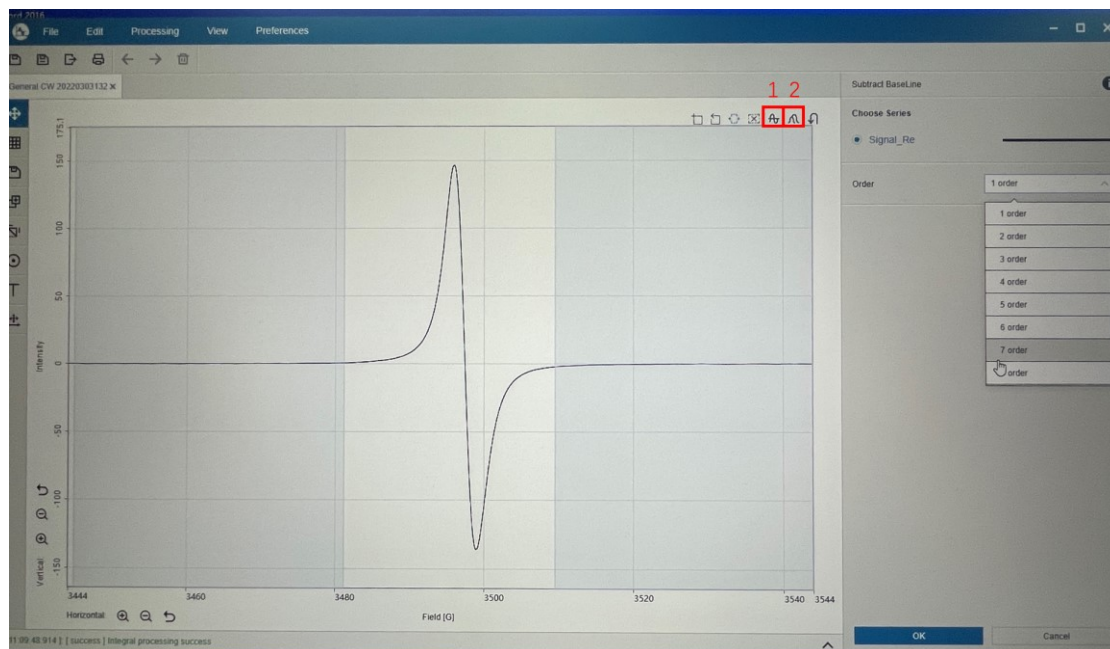

图 6-14 基线校正
- (3) 基线校正时可以先选择 **Subtract Baseline**, 然后点击图标 1 框选校正的范围, 在 **Order** 处选择合适阶数, 点击图标 2 观察拟合基线, 随后点右下角 **OK**, 如图 6-14。